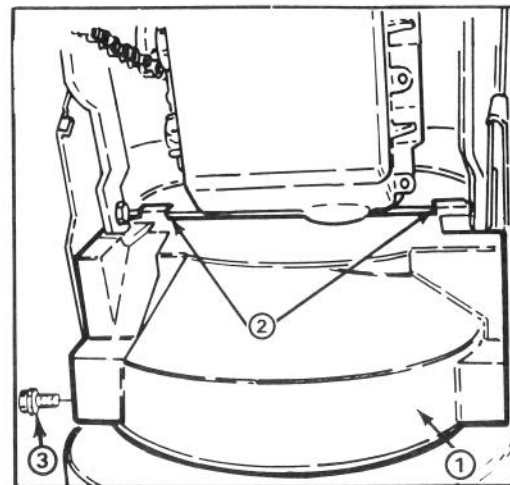

Figure 2
7. Montez le protège-courroie inférieure sur le dessous du carénage de la tarière et le châssis du moteur à l'aide de 2 boulons à tête à collerette de  $\frac{1}{4}$ -20 x  $\frac{1}{2}$ " de long (fig. 2). Vérifiez que les pattes de montage de protège-courroie sont bien positionnées vers l'arrière de la pièce du châssis du moteur.